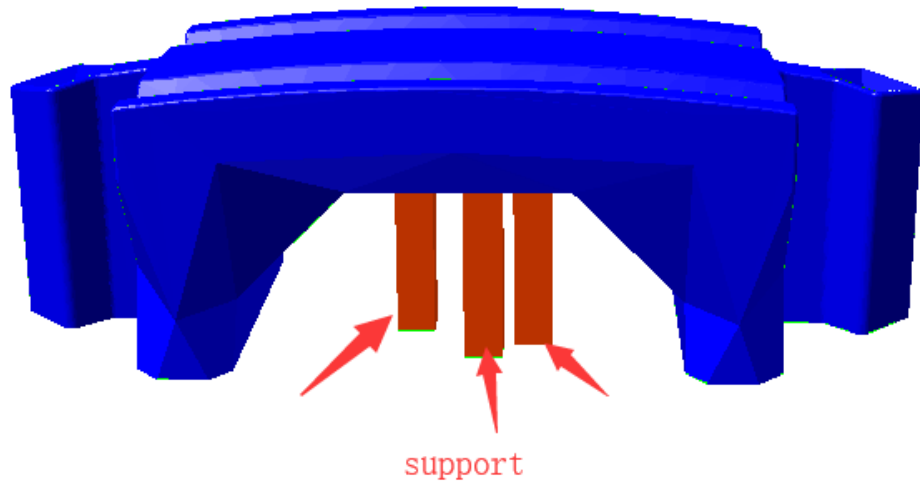

图 8，未切片时的手动支撑示意图
(5) 支撑填充速度 (单位 mm/s)：支撑是用于支撑模型悬空部分不因为重力原因在模型打印时掉下来的辅助结构。其结构也类似于模型，但打印完成后需去除。建议速度为：10-80mm/s。为方便说明图 8 使用了手动支撑作为演示：